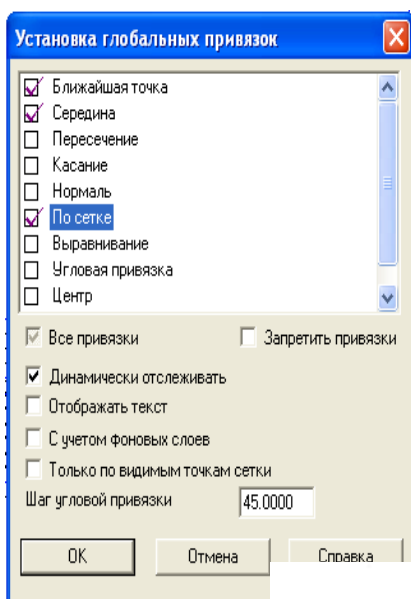

Рис.35
7. Установите привязки точек по СЕТКЕ и нажмите на ОК (рис.35).